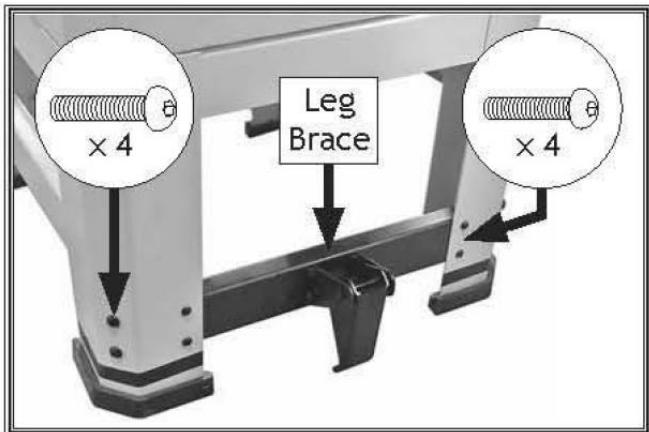

Рисунок 14. Установленная скоба для ног
3. Установите скобу для ног (см. Рис. 14) с предварительно установленными (4) винтами M8-1,25 x 16 для головок кнопок и (4) винтами M6-1 x 12 для головок кнопок.